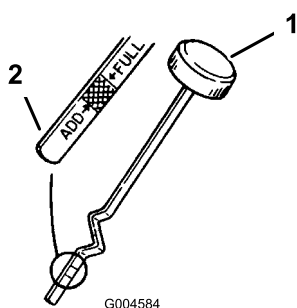

Figura 21
9. Desenrosque la varilla de aceite y limpie el extremo metálico (Figura 21).